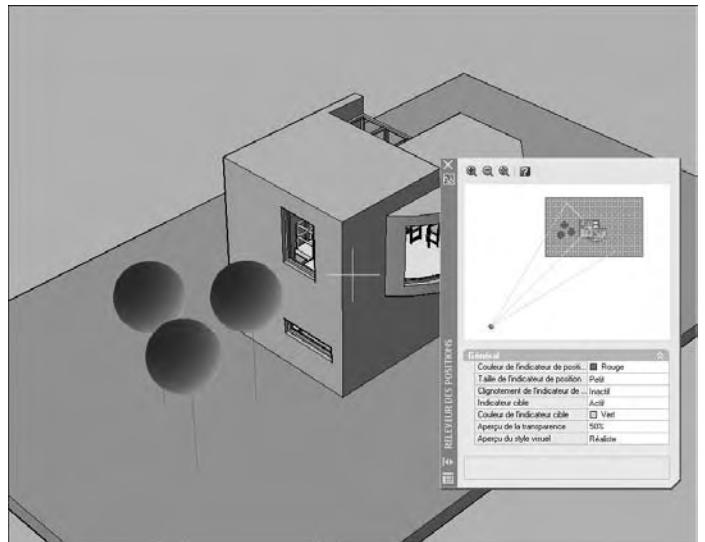

Fig.11.16
- 2] La fenêtre Releveur des positions (Position Locator) s'affiche à l'écran. Il permet de visualiser le déplacement dans le projet (fig.11.16). Pour vous déplacer dans le modèle, vous pouvez utiliser les touches suivantes :